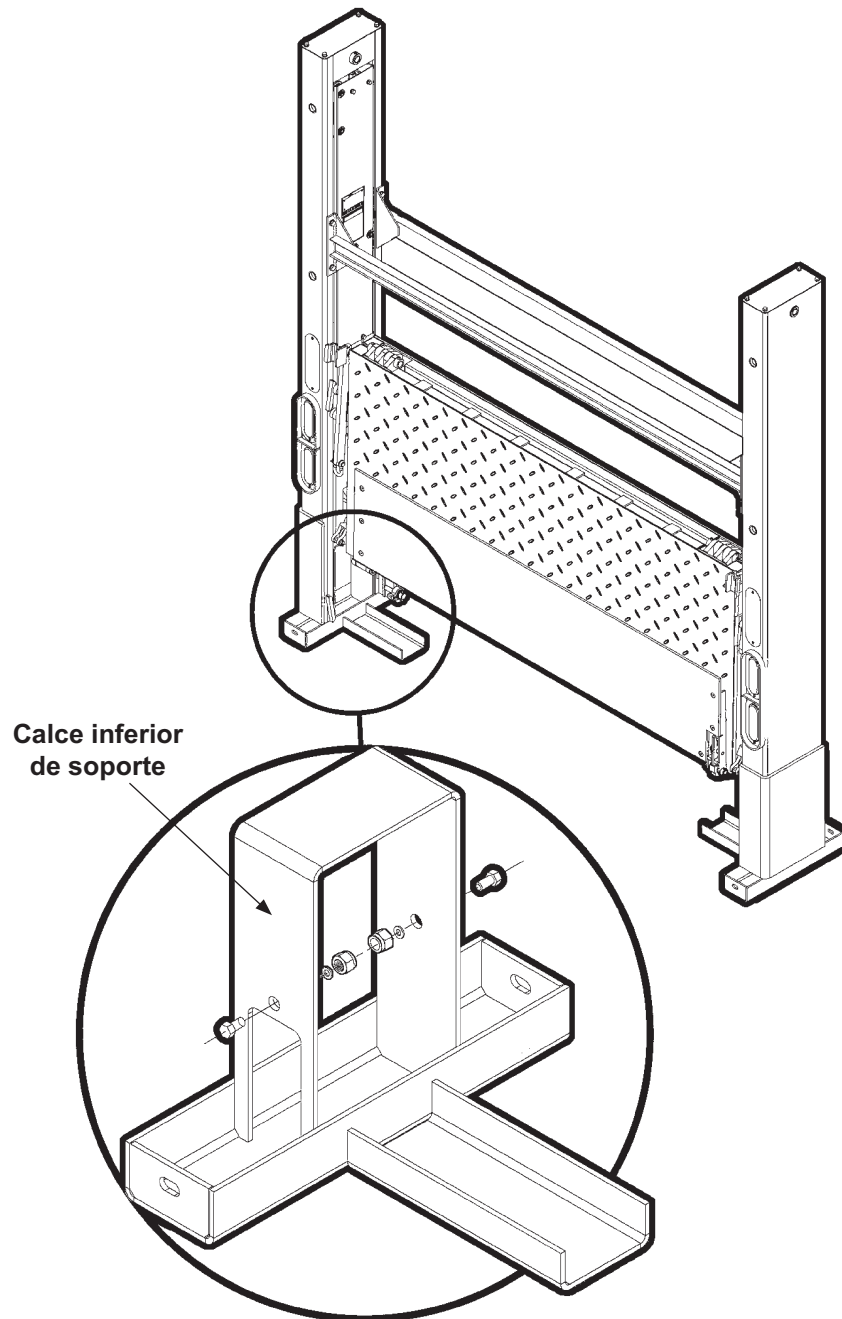

FIG. 4-1
2. Retire los (2) calces de inferiores de soporte (**FIG. 4-1**) desatornillandolas desde dentro de ambas columna.